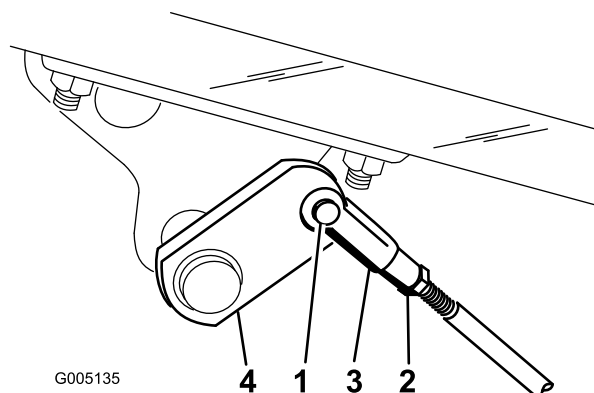

Figura 41
2. Si los frenos no se bloquean en la misma medida, desconecte las varillas de los frenos retirando el pasador y la chaveta (Figura 41).
3. Afloje la contratuerca y ajuste la horquilla (Figura 41).
4. Monte la horquilla en el eje del freno (Figura 41).